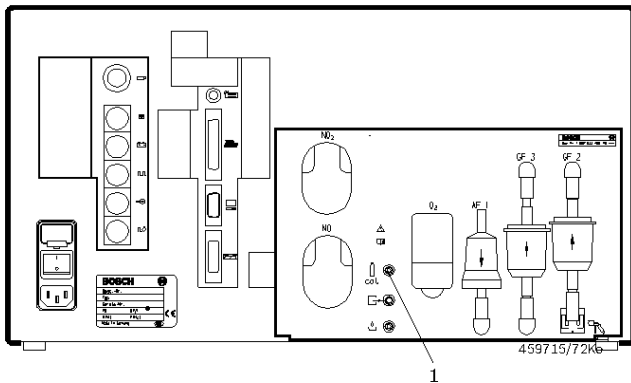

Fig.3: Achterzijde VSM
1. Het ijkgas moet op de kalibratie-ingang (Fig. 3, Pos. 1) van de uitlaatgastester worden aangesloten. Stel een flow in van > 1 l/min.